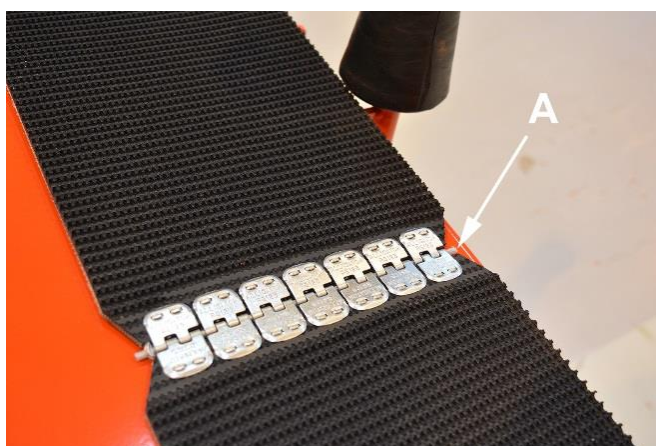

Bild 31.
4. Lossa anslutningen genom att dra ut tappen A (bild 31) för anslutningen, t.ex. med en tång.
8. Fäst anslutningen genom att montera tappen A på bild 31 på plats vid anslutningspunkten.